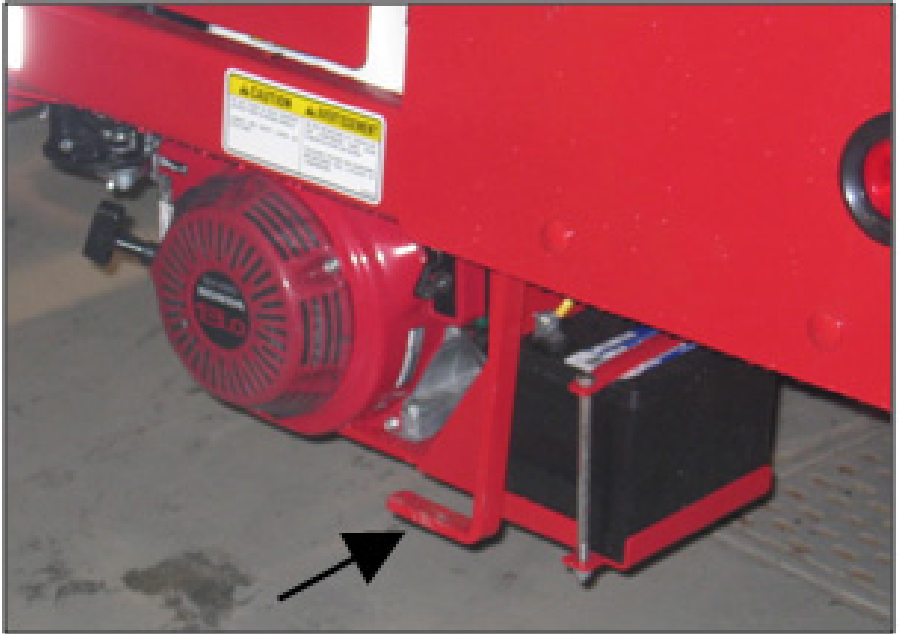

Figure 43 – Ajustement du levier actionneur du cerceau (déclencheur manuel du poussoir)
- Poussez sur le déclencheur manuel du poussoir (Figure 43).
4. Poussez le déclencheur manuel du poussoir (Figure 43).